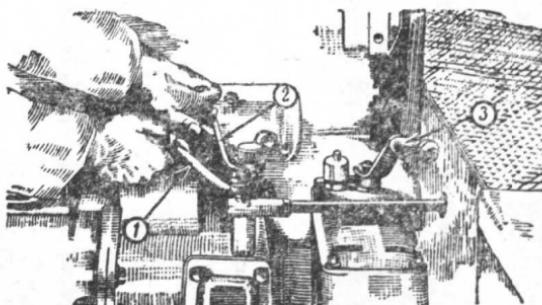

图 7 起动发动机离合器、连接机构及变速器拉杆
17. 将连接机构拉杆拉向自己一方，使连接齿轮与飞轮的环齿相连接（图 7）。